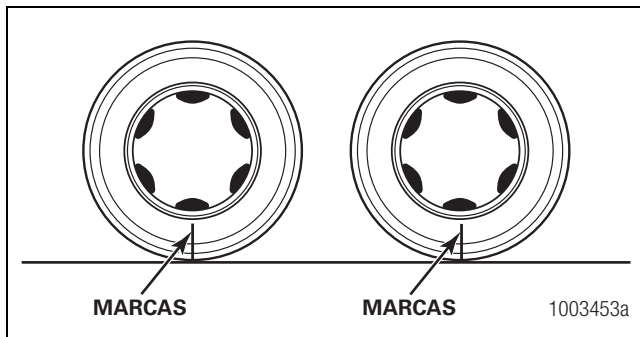

Figura 4.16
5. Marque los neumáticos delanteros y traseros en posiciones relativas idénticas. Figura 4.16.